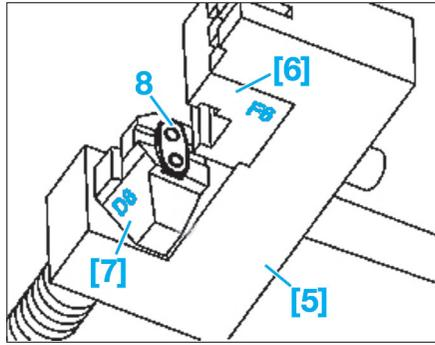

FIG. 25
- [5]. Outil de rivetage (ref. 602 589 00 39 00) (Fig.25).
- [6]. Guidage (ref. 640 589 01 63 00) (Fig.25).
- [7]. Pièce de pression (ref. 602 589 03 63 00) (Fig.25).
- Équiper l'outil de rivetage [5] des têtes de riveteuse [6] (marqué F6) et [7] (marqué D8) (Fig.25).
- Mettre en place la plaquette extérieure neuve (8) sur l'outil [7].